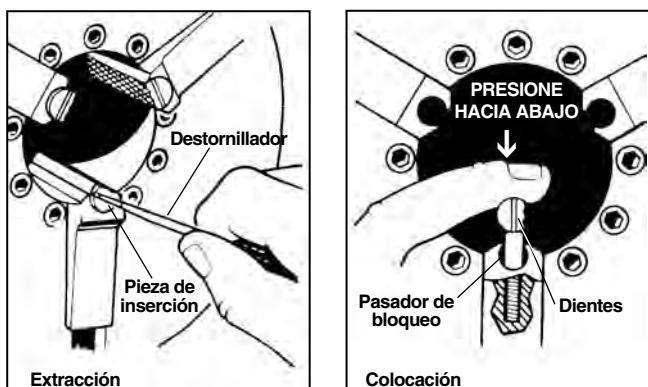

Figura 31 – Cambio de las piezas de inserción de la mordaza
- Coloque un destornillador en la ranura de la pieza y gire 90 grados a izquierda o a derecha. Extraiga la pieza de inserción (Figura 31).
- Coloque la pieza de inserción de lado sobre el pasador de bloqueo y presione hacia abajo a fondo (Figura 31).